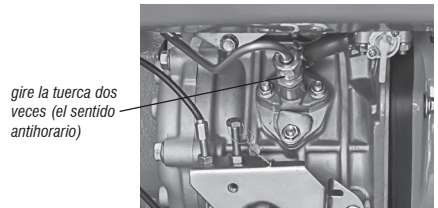

Fig. 8 – Purgando el sistema de combustible
- Con una llave, gire la tuerca del pico inyector dos veces en el sentido antihorario, Fig. 8;